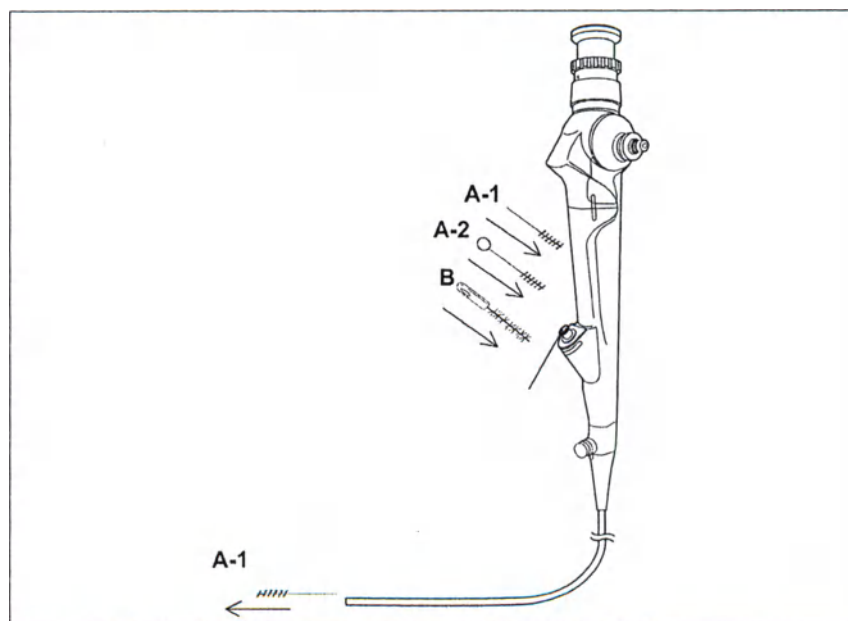

Рис. 7.12
Производите чистку каналов эндоскопа, погружённого в моющий раствор, в следующем порядке (см. рис. 7.12).
1. Выпрямите изгибаемую часть эндоскопа. Удерживайте рукой щётку для чистки каналов (BW-7B) на расстоянии 3 см от щетины. Введите щётку для чистки каналов во вход в инструментальный канал. Небольшими порциями введите щётку в канал на всю длину вводимой трубки до её появления из отверстия на дистальном конце эндоскопа (см. рис. 7.12). Промойте щетину щётки пальцами в моющем растворе. Осторожно извлеките щётку из канала. Повторно промойте щетину щётки в моющем растворе. Если после чистки на щетине щётки остаются органические остатки, повторите описанную процедуру до полного удаления органических остатков из просвета канала.
2. Удерживайте рукой щётку для аспирационного коннектора (BW-15 SH) на расстоянии 3 см от щетины. Введите щётку во вход в инструментальный канал. Небольшими порциями введите щётку в канал до упора (см. рис. 7.12). Осторожно извлеките щётку из канала. Промойте щетину щётки в моющем растворе. Если после чистки на щетине щётки остаются органические остатки, повторите описанную процедуру до полного удаления органических остатков из просвета канала.